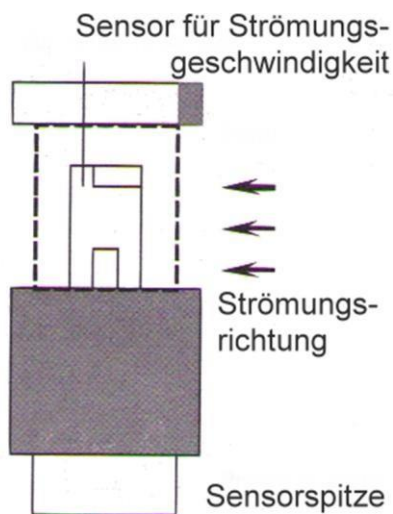

Fig 4
6. Du côté supérieur du capteur se trouvent des flèches pour la direction du flux. Ces flèches doivent coïncider exactement avec la direction du flux (Fig. 4). Vous pouvez alors lire la vitesse du flux de l'air dans l'indication principale, et la température dans l'indication secondaire.